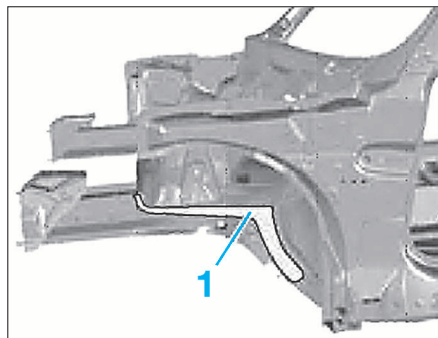

FIG. 2
- Dépointer les points de soudure dans la zone (1) (Fig.2).
- Souder les zones (1) (Fig.2).